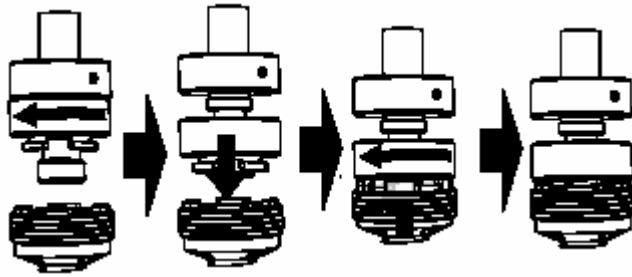

图 3-12：固定锁具
2. 将第二台投影机的底座锁套（顺时针方向）与第一台投影机的锁套（逆时针方向）锁紧合在一起。见图 3-12